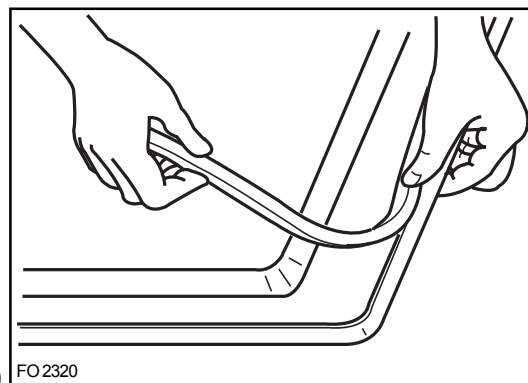

Fig. 9
- 1) placez sur le bord inférieur de le plan de verre, le joint spécial fourni comme équipement (Fig. 9), en s'assurant que les bouts joignent bien sans se superposer;